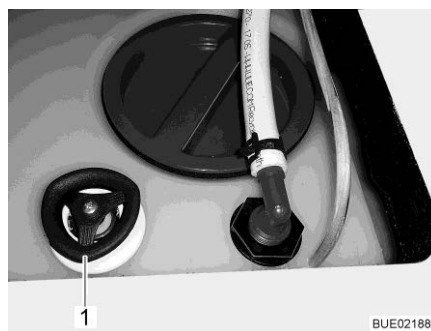

Bild 184 Wassertank mit Drehgriff
- Verschlussdeckel (Bild 184,1) des Wassertanks abnehmen.